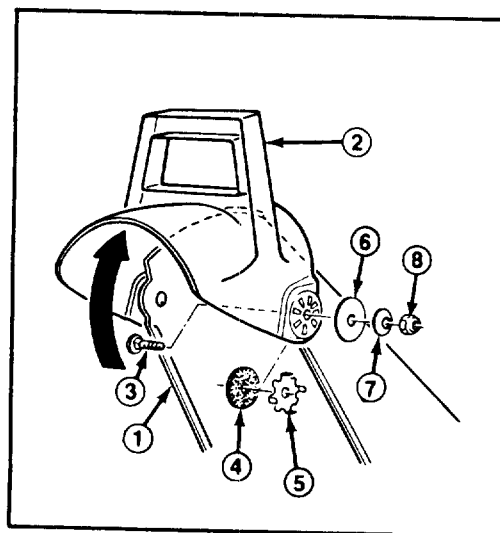

Figure 11
3. Fixez le côté gauche du déviateur sur l'éjecteur à l'aide des attaches précédemment enlevées. Vérifiez que la rondelle de caoutchouc et la plaque de frottement se trouvent entre l'éjecteur et le déviateur et que les languettes de la plaque de frottement sont insérées dans les trous du déviateur. La figure 11 indique l'ordre correct de montage des pièces.